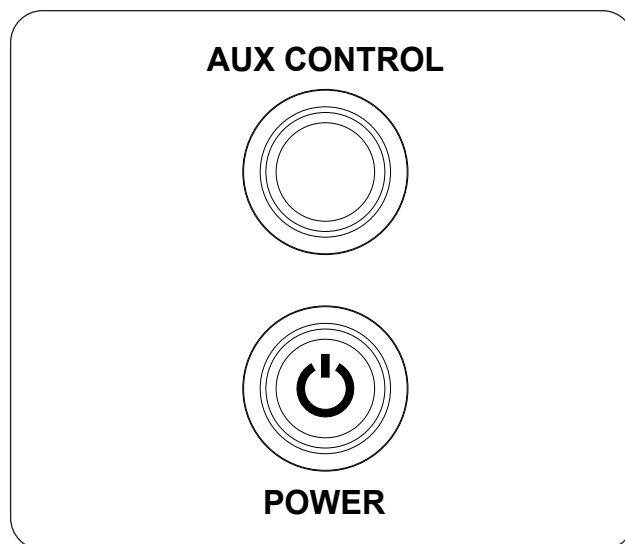

Fig. 40-1 Opération manuelle:
1. Localisez le bouton **POWER** sur le panneau de commande et appuyez dessus (voir Fig. 40-1). Le voyant s'allumera pour indiquer que le système est activé et prêt.
2. Localisez le bouton **AUX CONTROL** sur le panneau de commande et appuyez dessus (voir Fig. 40-1). Le voyant s'allumera et la séquence d'allumage du brûleur commencera.
Pour éteindre le brûleur (le système restera allumé), appuyez sur le bouton **AUX CONTROL** (voir Fig. 40-1).
Pour arrêter le brûleur et le système (arrêt total), appuyez sur le bouton **POWER** (voir Fig. 40-1).